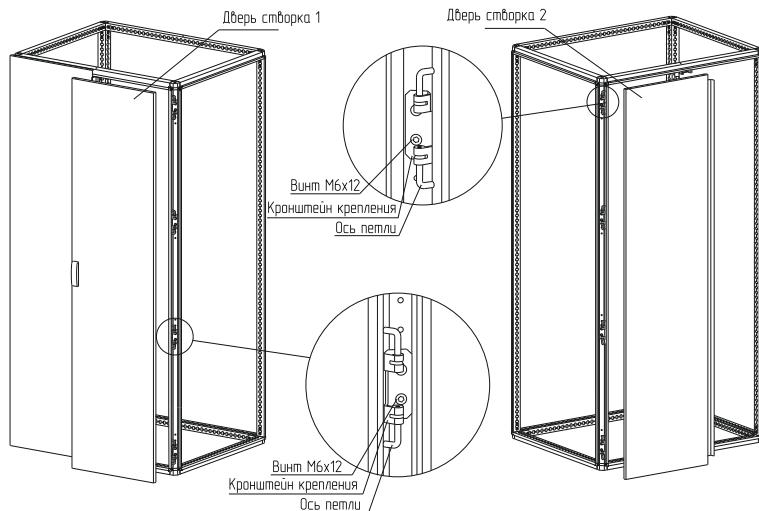

Рисунок 27
4.14.3 Закрепите петли на каркасе на левой и правой стойке (рисунок 27). Для крепления использовать винты M6x12. Момент затяжки – 7 Н·м.